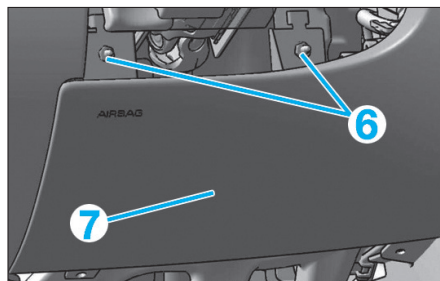

Fig. 12
- Déposer la protection (5).
- Déposer les écrous (6) (Fig.12), puis déposer l'airbag de genoux selon équipement du véhicule (voir opération concernée).